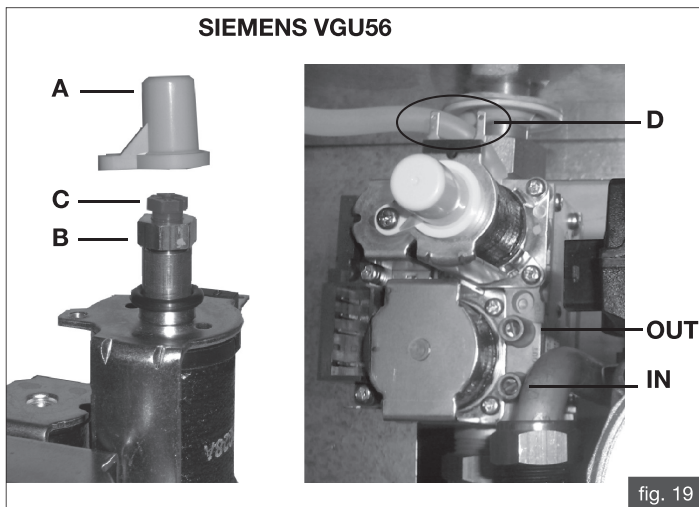

fig. 19
- rimuovere il coperchio in plastica A (fig. 19, fig. 20 o fig. 21), posto alla sommità della bobina del modulatore, che protegge le viti di regolazione del regolatore di pressione;
- collegare un manometro alla presa di pressione IN (fig. 19, fig. 20 o fig. 21) per verificare la pressione in ingresso e OUT (fig. 19, fig. 20 o fig. 21) per verificare la pressione in uscita;
- girare in senso ORARIO il dado B in ottone di regolazione del massimo (fig. 19, fig. 20 o fig. 21) per aumentare la pressione agli ugelli, girarlo in senso ANTIORARIO per diminuire la pressione agli ugelli;
- scollegare elettricamente la bobina del modulatore D (fig. 19, fig. 20 o fig. 21);
- per regolare il valore della pressione, tenendo bloccato il dado B in ottone con una chiave da 10 mm (fig. 19, fig. 20 o fig. 21), girare la vite C in plastica in senso ORARIO per aumentare la pressione, in senso ANTIORARIO per diminuirli;